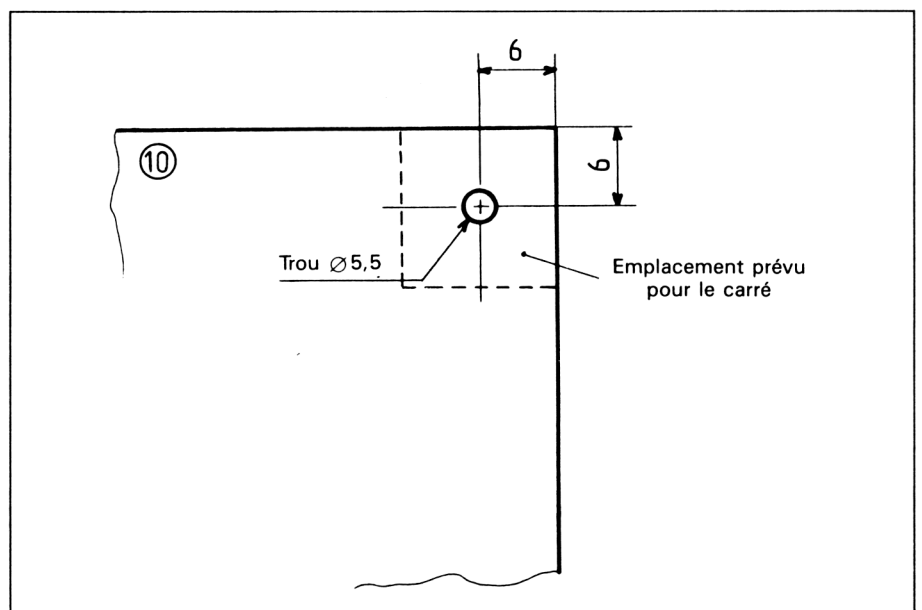

Fig. 8
La partie montage s'effectuera de la manière suivante. Tout d'abord nous commencerons par le récepteur de listing. Les deux trous du panneau ⑩ permettant le passage des vis M5 × 30 destinées à fixer les deux carrés repère ⑦ seront réalisés suivant la figure 8. Ce trou aura pour Ø 5,5.